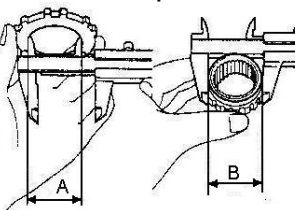

Рис. 4-6.
3. Измерьте масляный зазор между внутренней ступицей муфты и стопорной шайбой, который должен составлять 0,3-0,4 мм (рис. 4-6.)